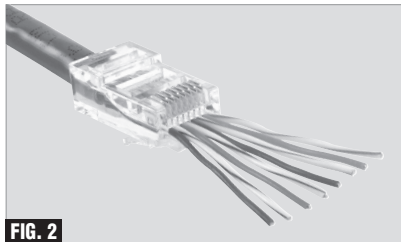

FIG. 2
3. Slide wires into and through connector body (Fig. 2).
3. Deslice los alambres a través del cuerpo del conector (Fig. 2).
3. Glissez les fils dans le connecteur pour les faire traverser (Fig. 2).